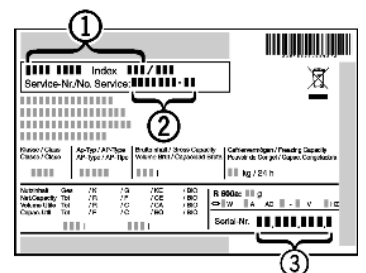

Fig. 24
- ▶ Gerätebezeichnung Fig. 24 (1), Service-Nr. Fig. 24 (2) und Serial-Nr. Fig. 24 (3) vom Typenschild ablesen. Das Typenschild befindet sich an der linken Geräteinnenseite.
- ▶ Den Kundendienst benachrichtigen und den Fehler, Gerätebezeichnung *Fig. 24 (1)*, Service-Nr. *Fig. 24 (2)* und Serial-Nr. *Fig. 24 (3)* mitteilen.